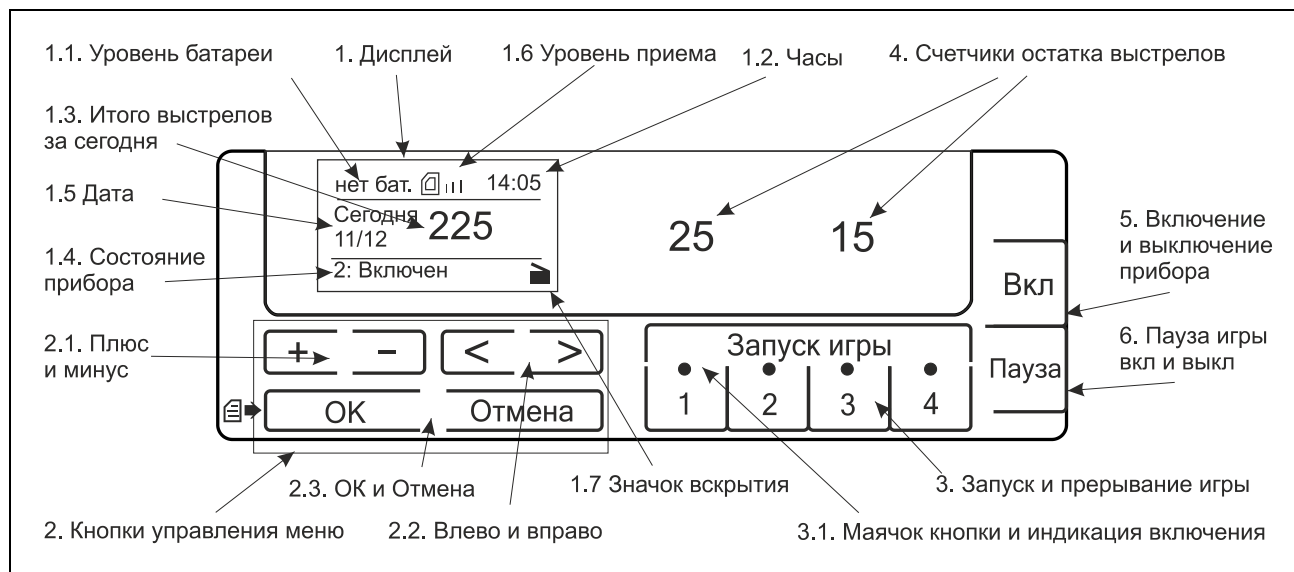

Рис. 1: Лицевая панель контроллера
Остаток выстрелов на игру и состояние выхода можно наблюдать на цифровом табло 4 (Рис. 1). Здесь показан остаток выстрелов либо ошибка.
На дисплее справа на счетчике 1.3 (рис. 1) отображается итоговое количество настрела за день (сегодня). Это же значение будет потом отображено в статистике.
- На основном экране прибора нажмите кн. (2) ОК (рис. 1)
В случае ошибки по конкретному выходу на счетчике выстрелов (4) будет показано "00" (два нуля) вместо остатка настрела. Краткое описание будет отображаться в строке сообщений на дисплее (1.4) (Рис. 1).
<p>Ошибка отправки отчета</p>	<p>Нет связи</p> <p>Проверьте баланс по карте мобильного оператора. Последнее состояние счета можно посмотреть в тексте письма с отчетом, если вы указывали номер USSD запроса в параметре №807</p> <p>Плохие условия приема. На основном экране (рис. 1) есть индикатор уровня приема (1.6). Для уверенной работы нужен уровень 2-3 деления, 1 деление - минимальный рабочий прием. Там же показано, если карта не установлена или не видится.</p> <p>Возможно, сбой в работе сервера почты. Можно попробовать отправить отчет позже.</p> <p>Если указанный PIN-код в параметре №806 не подходит, прибор покажет это в строке сообщений на дисплее.</p>